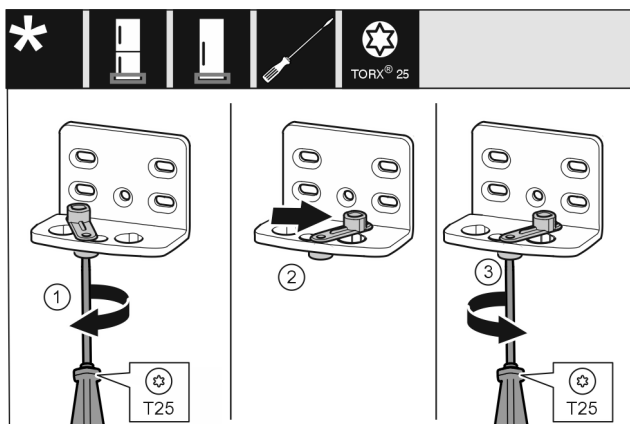

Fig. 13
- Vijake rahlo privijte z izvijačem T25. Fig. 13 (1)
- Pripomoček za zapiranje vrat dvignite in v izvrtini zavrtite za 90° v desno. Fig. 13 (2)
- Trdno privijte vijak z izvijačem T25. Fig. 13 (3)